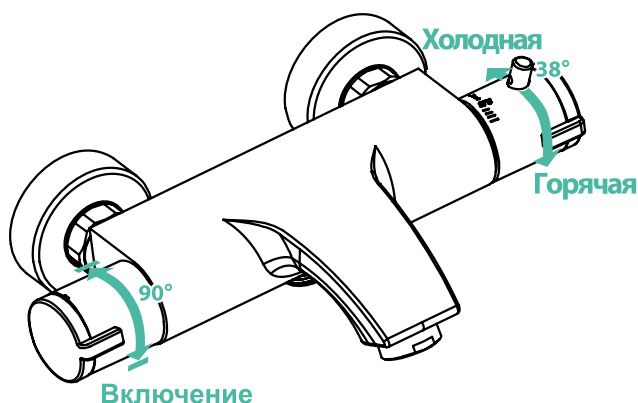

Рис. 2
- Левая ручка смесителя используется для включения/выключения смесителя и регулировки напора воды (рис. 2). В модели смесителя с изливом ручка также служит для переключения воды с излива на душ.